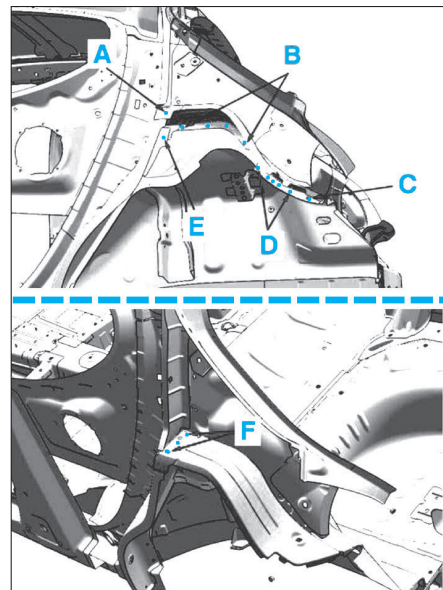
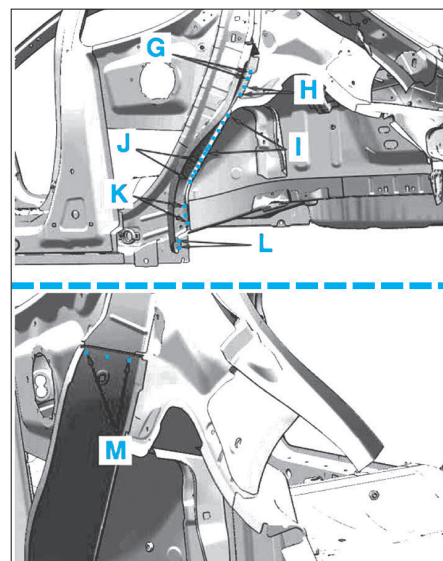

FIG. 49
FIG. 50
- Dépointer aux endroits indiqués le renfort supérieur en A à F (Fig.49), puis le renfort latéral en G à M (Fig.50).